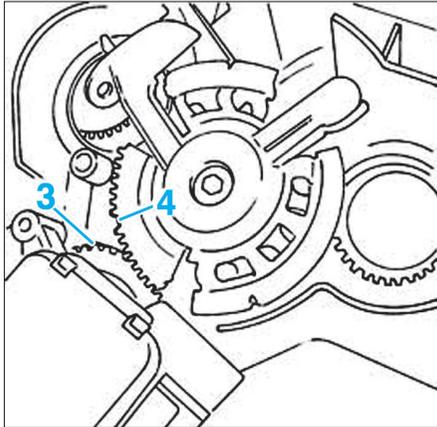

FIG. 27
- Mettre en place le servomoteur du volet de répartition d'air du climatiseur en vérifiant que les repères sur le pignon du moteur (3) et sur le pignon des volets de distribution (4) sont positionnés correctement (Fig.27).